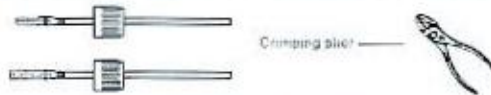

Figura 5.4 Crimpe o pino de contato no fio
- b) Termine o fio de crimpagem de metal com um alicate de crimpagem como mostrado na figura 5.4.